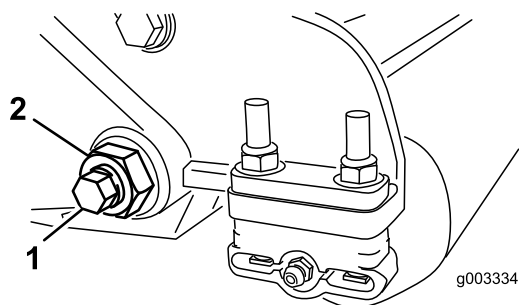

Figure 27
3. De chaque côté de la machine, desserrez le contre-écrou de fixation du boulon de la barre d'appui (Figure 27).
4. Retirez les boulons de la barre d'appui de façon à pouvoir abaisser la barre et la déposer de la machine (Figure 27).